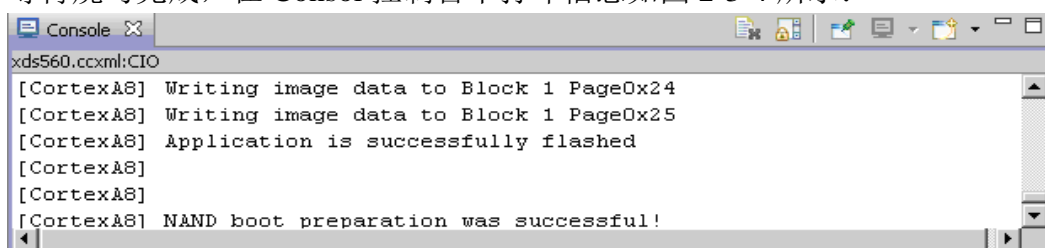

图 2-3-4
8. 等待烧写完成，在 Consol 控制台中打印信息如图 2-3-4 所示：